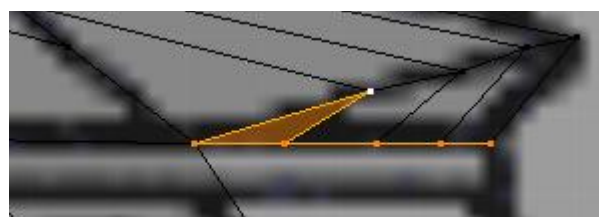

Figura 4.74
2. Selecione os vértices do contorno inferior, **[Alt]+[RMB]** sobre uma aresta, alinhe-os em zz, **[S]>[Z]>[0]**, e arraste-os até a linha de referência da imagem, figura 4.74.